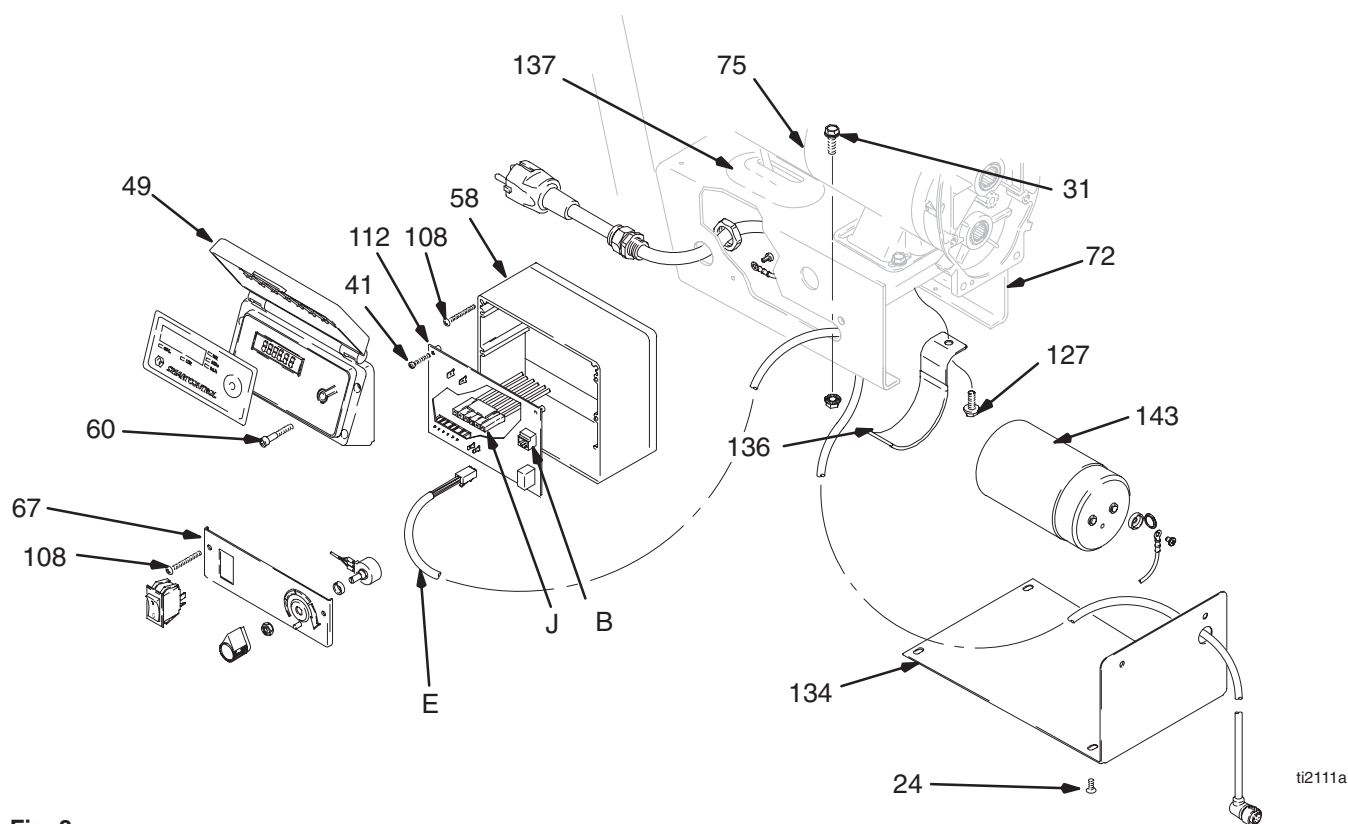

Fig. 8
4. Retire el alojamiento del impulsor (78); vea **Reemplazo del alojamiento del impulsor**, en la página 18.
5. Fig. 8. Retire los seis tornillos (24) y la cubierta inferior (134).
6. Saque los cuatro tornillos (60) y la tapa (49).
7. Desconecte el hilo conductor en (B) de la tarjeta de circuito impreso (112).
8. Retire los dos tornillos inferiores (108) y el panel (67).
9. Saque los dos tornillos (108) y el alojamiento de control (58).
10. Desenchufe el conector del motor (E) de la tarjeta de circuito impreso de control (112). Apriete la lengüeta para liberarlo.